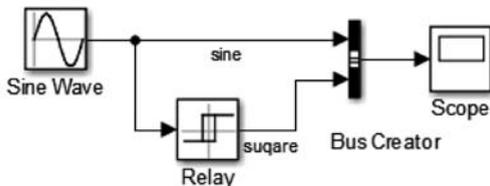

图 3-5 简单模型的创建
**【例 3-1】简单模型的创建。**搭建如图 3-5 所示的仿真模型,实现将输入的正弦信号整形后变为周期脉冲信号,并且在同一个示波器中显示两个信号。